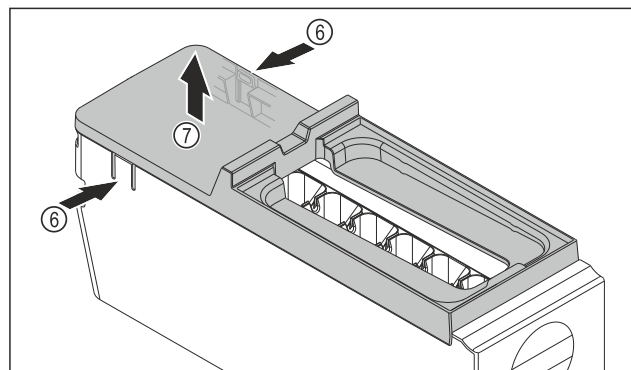

Fig. 113
- Odstráňte kryt korpusu EasyTwist-Ice: strmene Fig. 113 (6) na oboch stranách korpusu EasyTwist-Ice zatlačte rukou.
- Kryt Fig. 113 (7) odoberte druhou rukou smerom nahor.